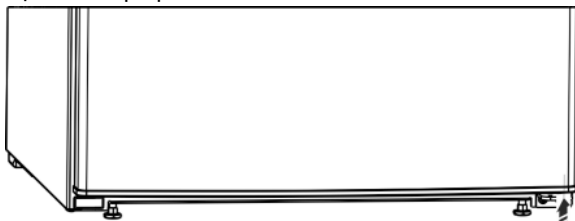

Fig. 6
- ▶ Поставете отново ограничителя Fig. 6 (13) долу отвъд във вратата, защото това е важно за стабилността на уреда.